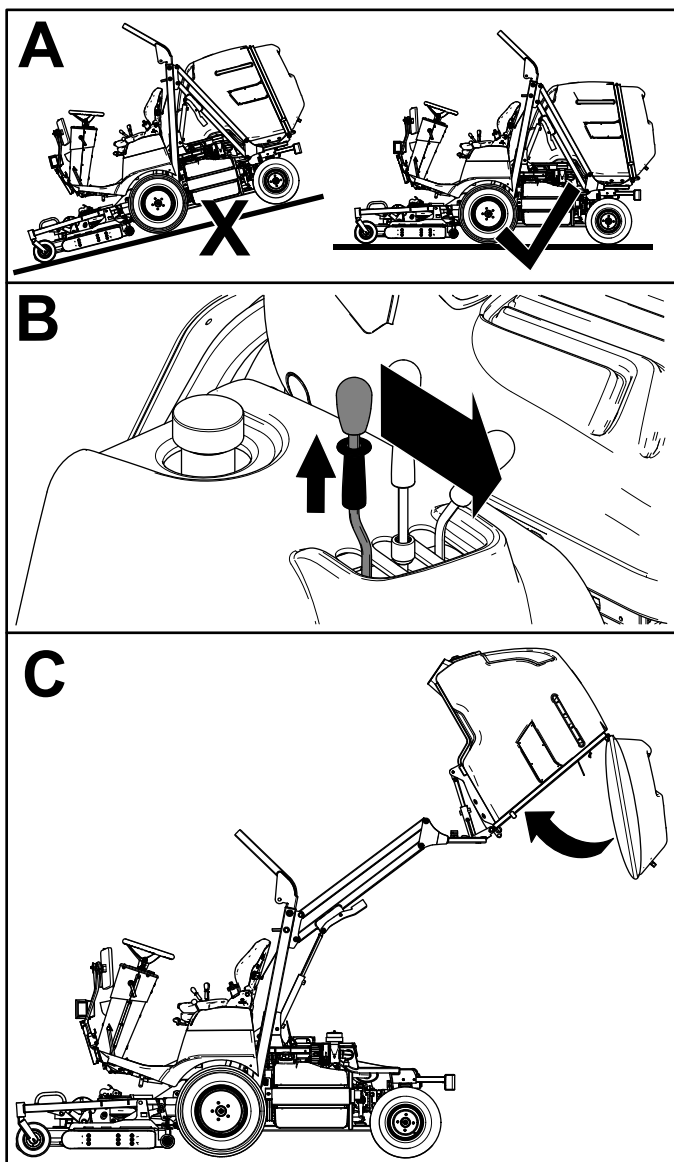

Figura 26
2. După descărcare, trageți în sus inelul de blocare a manetei de descărcare buncăr și deplasați maneta spre față pentru a închide buncărul (Figura 26).